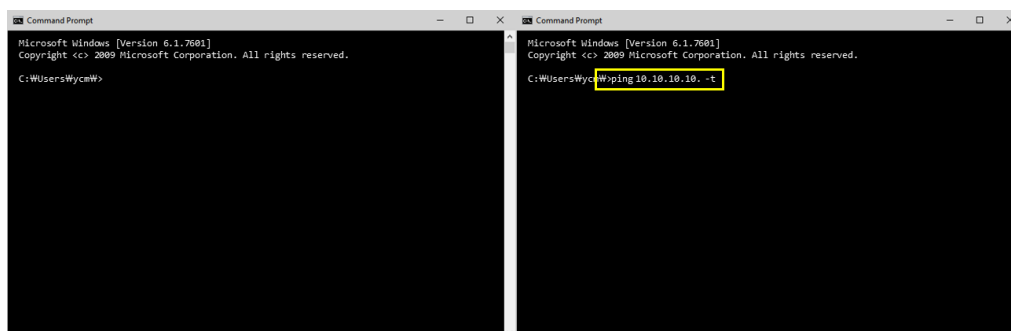

Figure 17. Enter command - 'ping 10.10.10.10 -t'
2. Enter the 'ping 10.10.10.**10** -t' (see Figure 17).